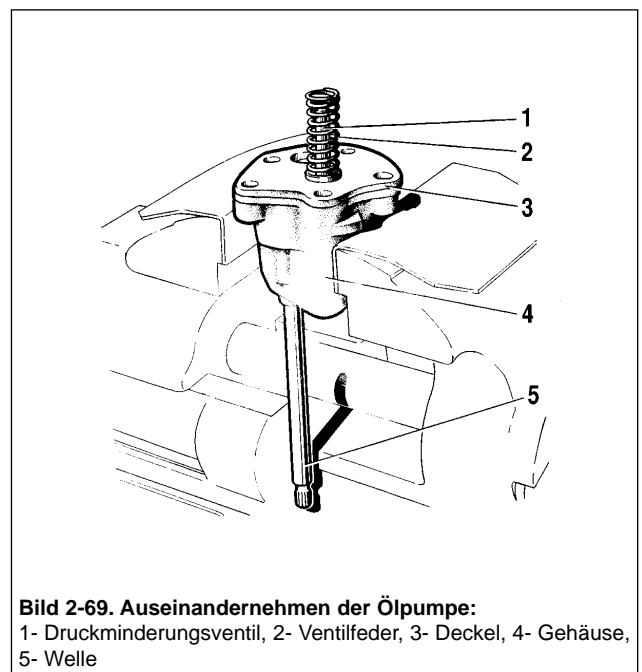

Bild 2-69. Auseinandernehmen der Ölpumpe:
- Den Deckel 3 (Bild 2-69) des Pumpengehäuses abheben und aus dem Gehäuse die Pumpenwelle mit dem Antriebs- sowie Abtriebsrad herausnehmen.